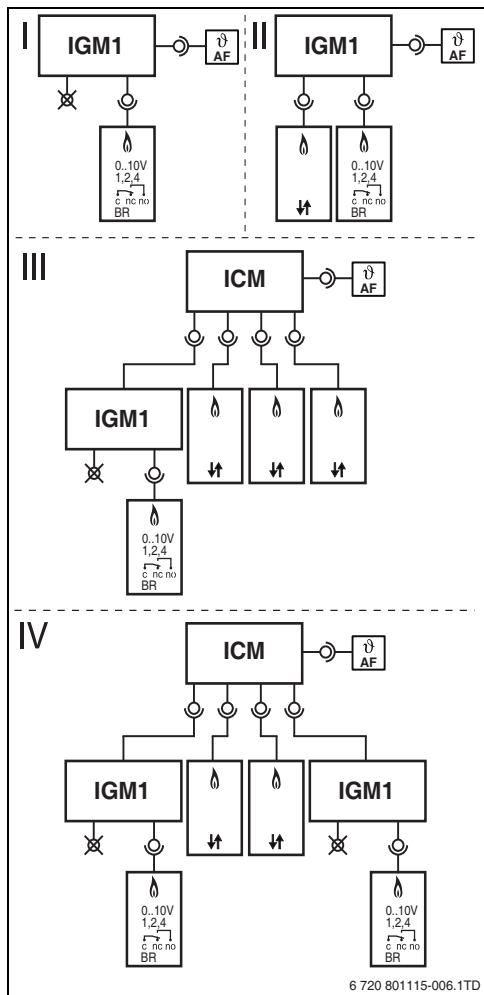

Fig. 3 Configurazioni
Con l'IGM occorre differenziare tra quattro configurazioni di base. Queste rappresentano le possibilità dell'IGM nel sistema. In tutte le configurazioni la sonda di temperatura di mandata compresa nella fornitura (VF) può essere usata come sonda di temperatura di mandata dell'impianto (VF in alternativa alla PFo), qui vengono descritte le 4 configurazioni di base (→ fig. 3):